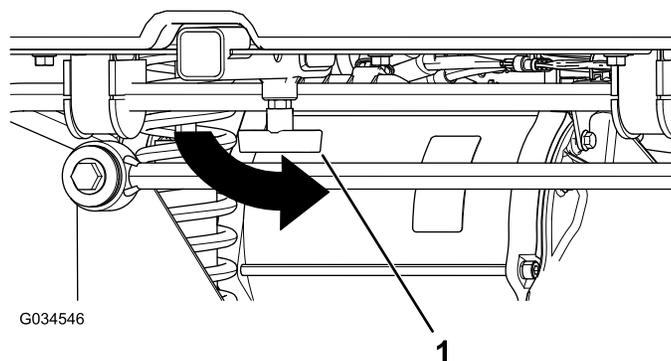

Рисунок 16
4. Затяните Т-образную рукоятку, повернув ее против часовой стрелки (Рисунок 16).